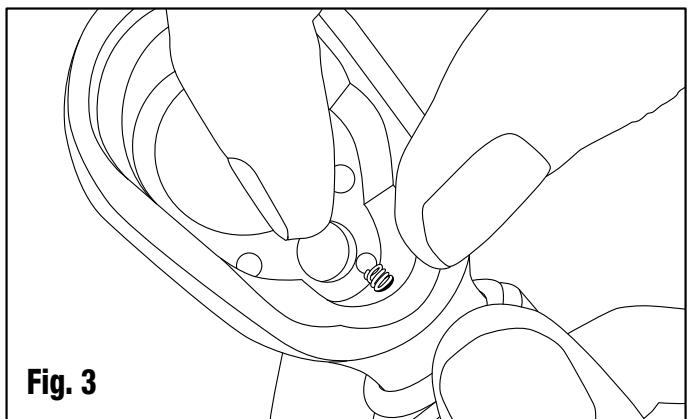

Fig. 3
Paso 3: Coloque la bola de acero en la parte superior del resorte del trinquete. Ver la fig. 3